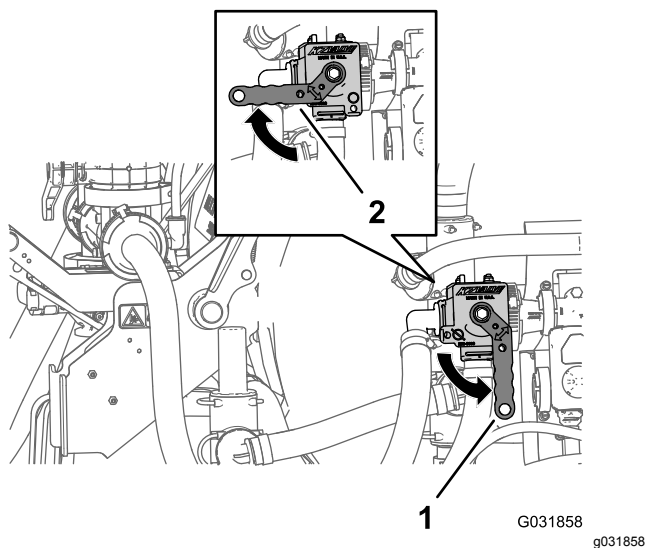

Рисунок 248
4. Откройте отсечной клапан эдуктора, повернув ручку против часовой стрелки в ОТКРЫТОЕ положение (**Рисунок 248**).
Примечание: Чтобы прервать поток жидкости к эдуктору, поверните рукоятку отсечного клапана по часовой стрелке на 90 градусов в положение CLOSED (ЗАКРЫТО) (**Рисунок 248**).